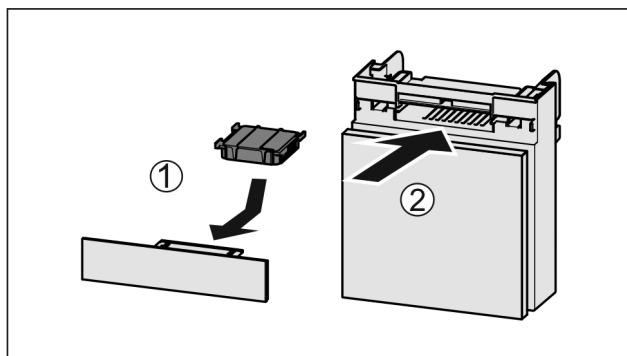

Fig. 51
- Aktivni ogljeni filter vstavite Fig. 51 (1) skladno s prikazom na sliki.
- Predal potisnite noter Fig. 51 (2).